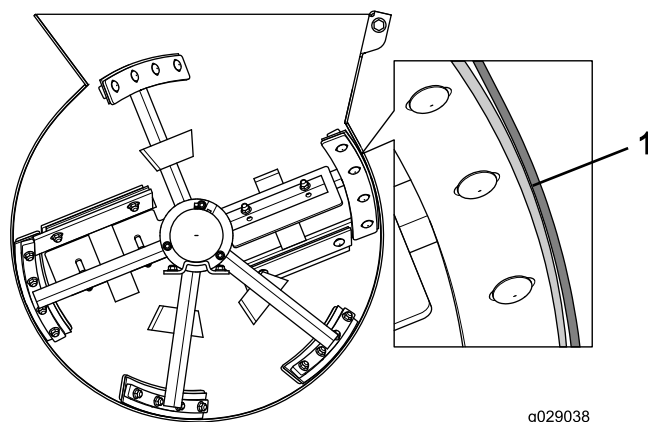

Figura 46
5. Ajuste la posición de la escobilla para que toque ligeramente el tambor sobre el largo de la escobilla (Figura 46).